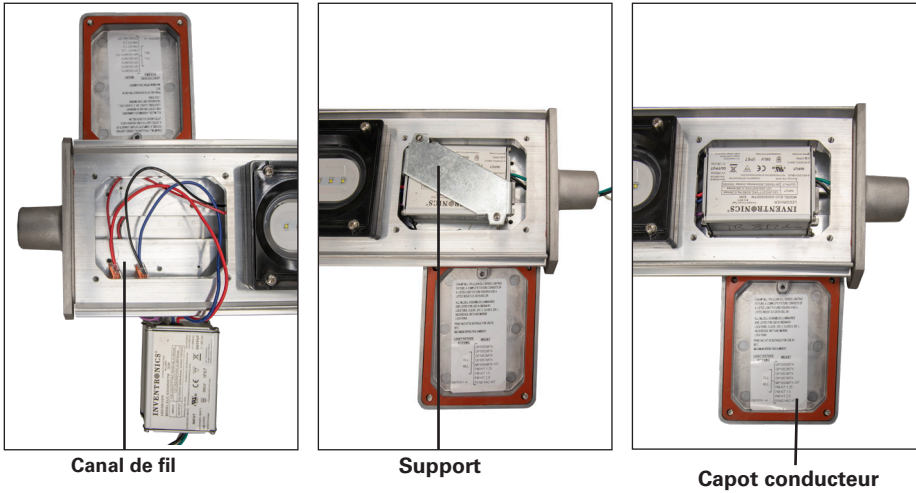

Figure 19
- Déconnecter les fils d'entrée et de sortie du circuit de commande (Voir la figure 19.)
- Retirez les deux (2) vis ainsi que le support du pilote qui fixe le pilote en place. Dévissez la vis de mise à la terre avec un embout à tête hexagonale, retirez la bague de borne, puis retirez le pilote.
- Découlez un côté de deux (2) coussinets thermiques et collez-les côte à côte au bas du nouveau pilote fourni par Eaton's Crouse-Hinds. De la même manière, collez le troisième coussin thermique sur le côté intérieur du support, comme illustré ci-dessous.